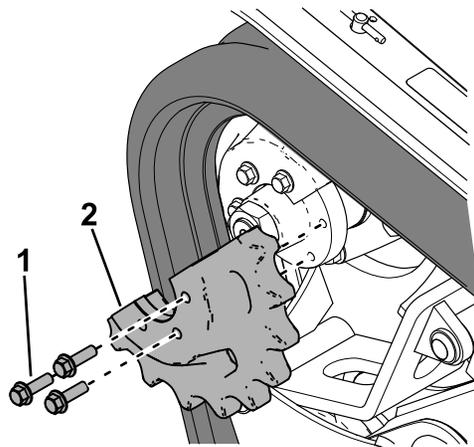

図 62
19. 取り外された駆動スプロケットハーフの固定ボルトのねじ山にロックコンパウンドを塗ってスプロケットハーフを取り付ける 図 62。ボルトを 95-115 N·m 9.7-11.7 kg·m = 70-85 ft·lb にトルク締めする。